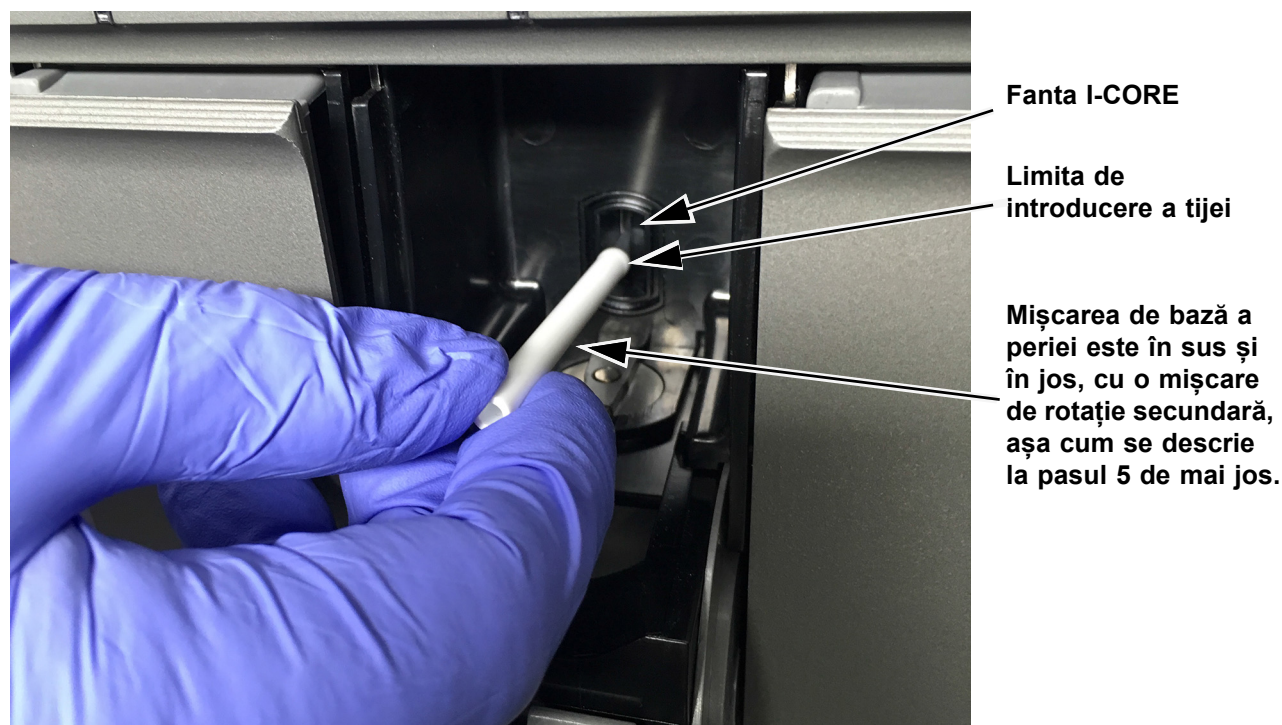

Figura 9-7. Introducerea periei de curățare în fanta I-CORE
4. Purtând mănușile de unică folosință, introduceți peria în fanta I-CORE înclinată în sus până la limita de introducere a tijei, așa cum se indică în Figura 9-7.